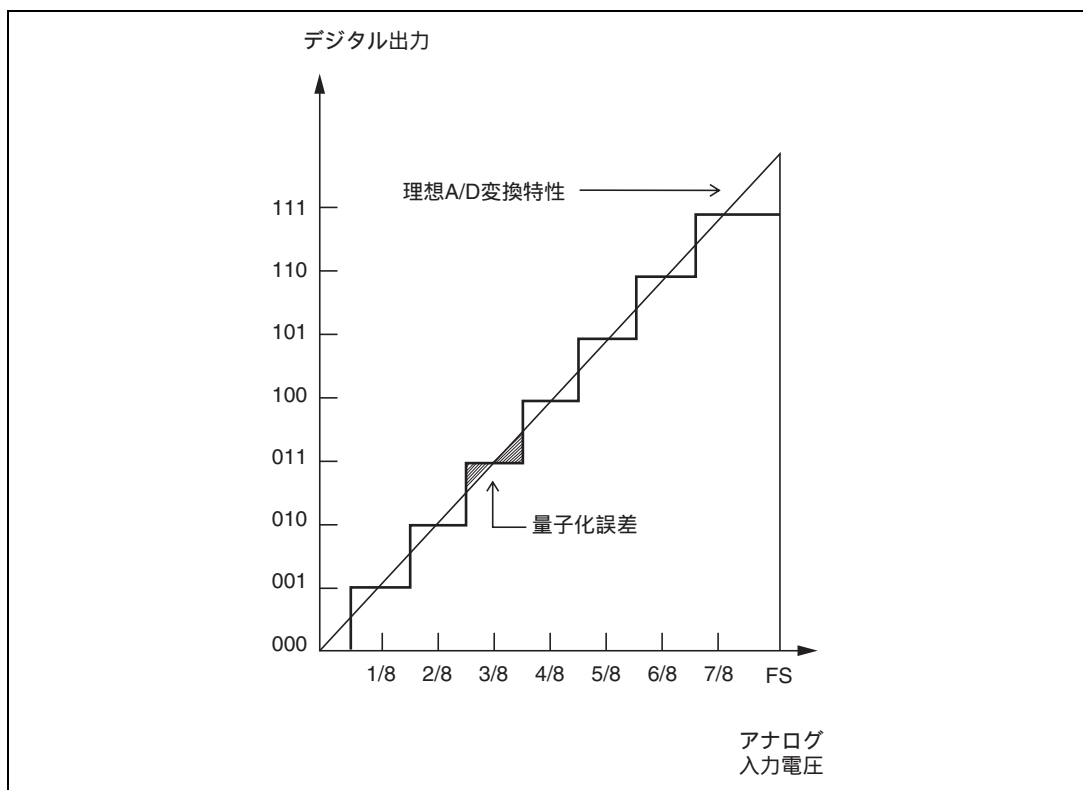

図 15.9 A/D 変換精度の定義 (1)
- 量子化誤差.....A/D 変換器が本質的に有する偏差であり、 $1/2\text{LSB}$ で与えられる(図 15.9)。